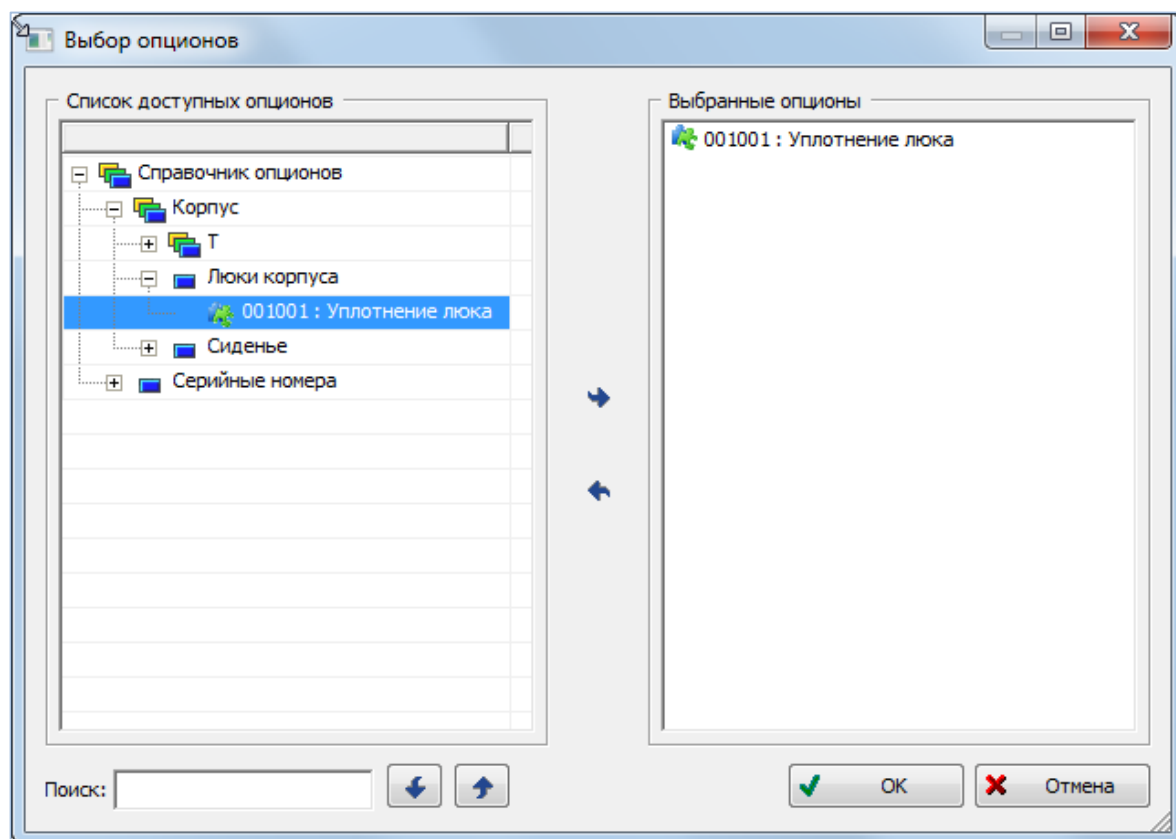

Рис. 14-12 – Окно «Выбор опционов»
6) После этого открывается окно «Выбор опционов» (рис. 14-12). Работа с окном «Выбор опционов» описана на стр. 421.